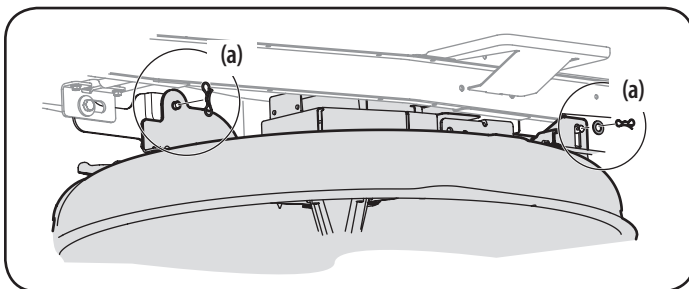

Figura 46
5. Extraiga los pasadores de chaveta con unión curva (a) que aún están sujetando la plataforma al montable, como se indica en la Figura 46.
- Asegure la plataforma a los brazos de elevación de la plataforma utilizando dos pasadores de chaveta con unión curva. Consulte la Figura 46.